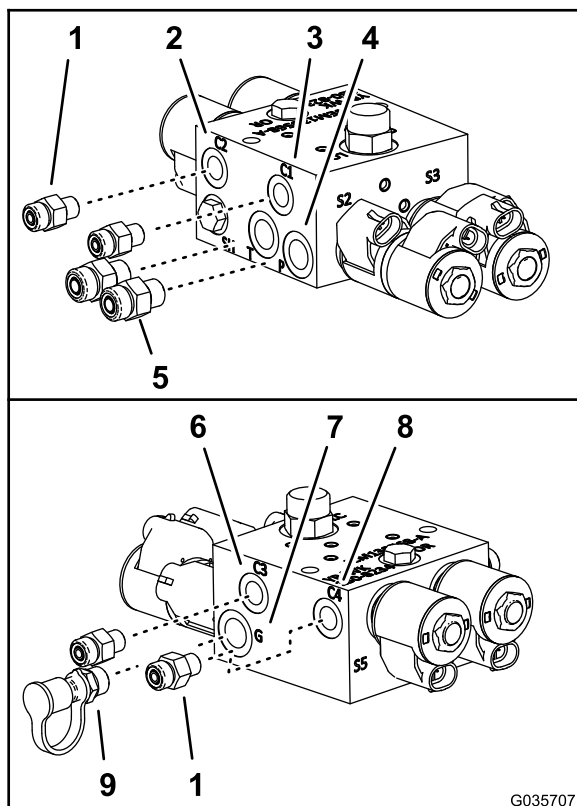

Figura 11
5. La nivelul noului colector al cilindrului de ridicare, montai fittingurile hidraulice drepte (Figura 11) pe care le-ai îndepărtat la pasul 3 în portul P i portul T.
6. Montai cele 4 fittinguri hidraulice drepte de la setul de nivelare bra ultra sonic în porturile C1, C2, C3 i C4 ale noului colector al cilindrului de ridicare (Figura 11).
7. Montai fittingul de diagnoză i capacul pe care le-ai îndepărtat la pasul 4 în portul G al noului colector al cilindrului de ridicare (Figura 11).